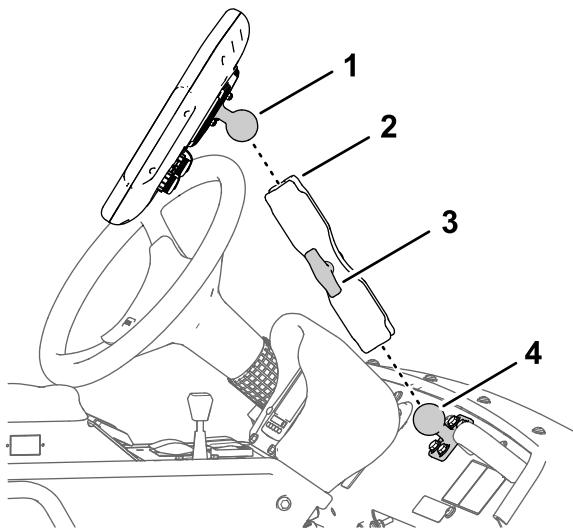

図 131
3. モニタアームのノブをゆるめて、モニタ裏側のフィッティング用のボールピボットとダッシュボード側のボールピボットの両方をモニタアームのソケットに入れる図 131。
4. 運転席左側座席に座り、モニタが見やすいようにモニタの位置と向きを調整する図 131。
5. モニタームのノブを手で締めつける図 131。